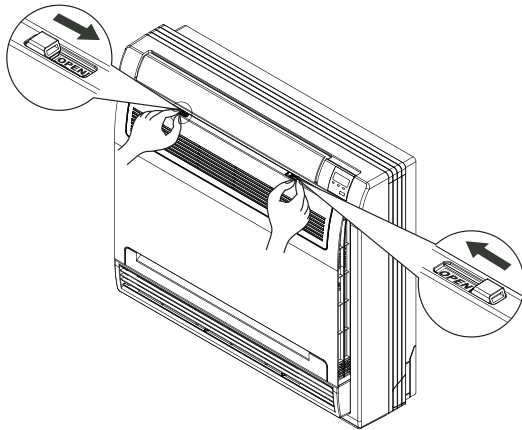

Figure 7 – Ouverture du panneau avant
- Ouvrez le panneau avant en déplaçant les deux verrous vers le milieu du module (consultez la figure 7).